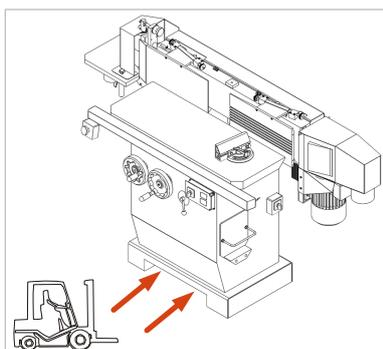

Abbildung 7: Abstellen mit Stapler
- Maschine mit dem Gabelstapler von der Palette herunterheben. Die Gabel des Staplers dabei so zuführen, wie es in ⇨ Abbildung 7 veranschaulicht ist.